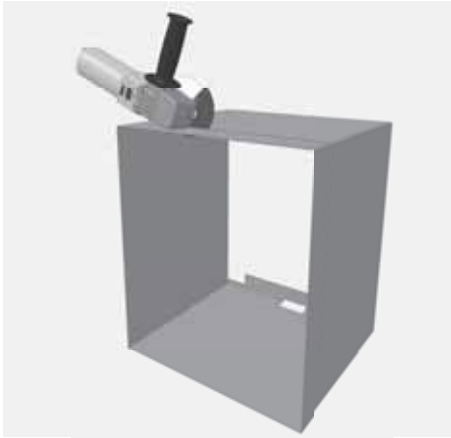

Abb. 2.59 Kürzen des Einbaurahmens
- ① Blendrahmen der Einbauzarge abnehmen - die Madenschrauben (Innensechskant, 2,5 mm) seitlich in den Ecken des Blendrahmens lösen, den Blendrahmen abziehen,
- ② zur Erleichterung der Arbeit und zum Schutz des Heizeinsatzes die Einbauzarge abbauen - die 4 Schrauben (Innensechskant, 3mm) der Einbauzarge am Heizeinsatz lösen und die Einbauzarge abnehmen,
- ③ die Einbauzarge auf gewünschtes Maß kürzen (Abb. 2.59) - die Schnittkante an der Einbauzarge wird im eingebauten Zustand komplett wieder durch den Blendrahmen verdeckt zur späteren Befestigung des Blendrahmens muss mind. 50 mm Rand verbleiben,
- ④ die gekürzte Einbauzarge wieder am Heizeinsatz montieren (4 Schrauben und U-Scheiben),
- ⑤ den Blendrahmen in die Einbauzarge einschieben und mit den 4 Madenschrauben wieder befestigen - mit dem Blendrahmen lässt sich die Einbautiefe anpassen.